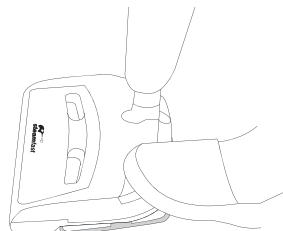

Figure 1
- Pour activer la brosse aspiratrice, appuyez sur la touche d'alimentation de la brosse aspiratrice (Figure 1). Passez le balai minutieusement partout sur la surface pour éliminer tous les débris.